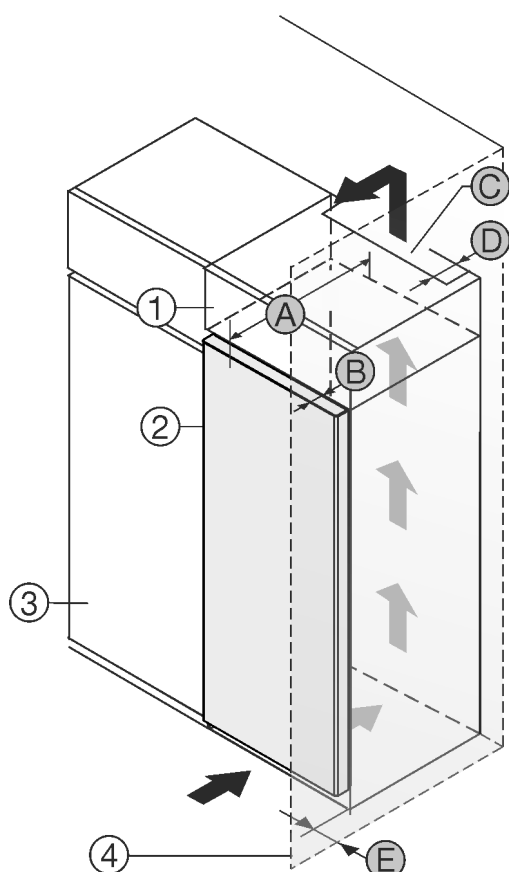

Fig. 1
在附加柜背面必须有一个竖风道，其深度 Fig. 1 (D) 应超过整个附加柜宽度。*
盖板下必须保有通风横截面 Fig. 1 (C)。*
如果将带铰链的冰箱放置在墙壁 Fig. 1 (4) 边，冰箱和墙壁必须至少相距 13 mm。*
如果将带铰链的冰箱放置在墙壁 Fig. 1 (4) 边，冰箱和墙壁必须至少相距 20 mm。*
为了能完全打开门，冰箱必须凸出橱柜正面一定门深度 Fig. 1 (B)。根据餐具柜 Fig. 1 (3) 的深度，使用壁距调整垫片可以使冰箱更为凸出。*